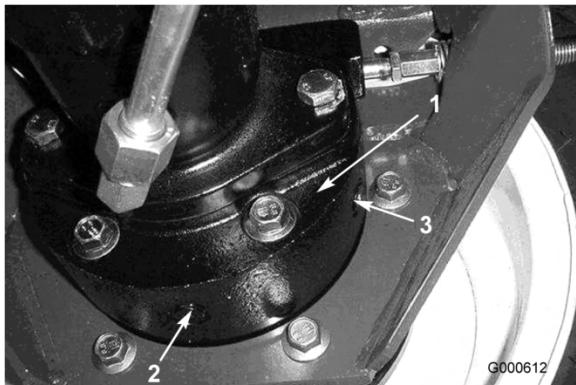

Figura 46
- Collocate un'altra bacinella sotto la scatola del freno, dall'altro lato della ruota (Figura 46).